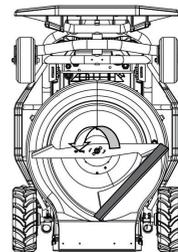

Figure 01
3. Messer mit einem Holzblock oder geeignetem Haltewerkzeug gemäß Abbildung 01 fixieren